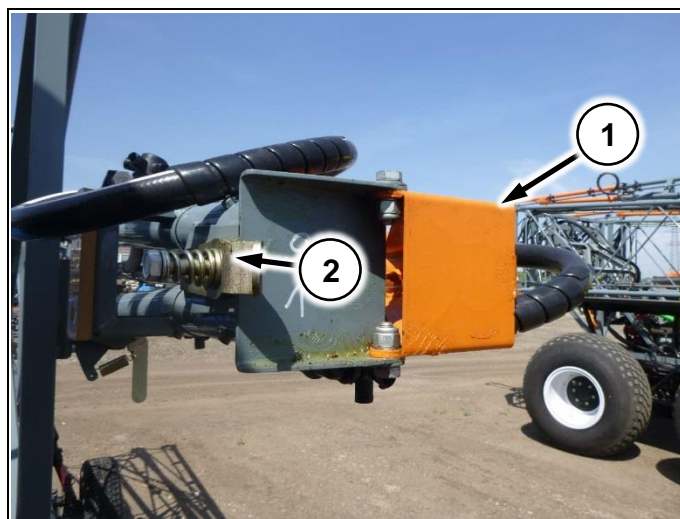

Рис. 68
3. Открыть флажок (Рис. 68/2) и открыть складывающуюся законцовку (Рис. 68/1) до фиксации в замке (Рис. 68/2)